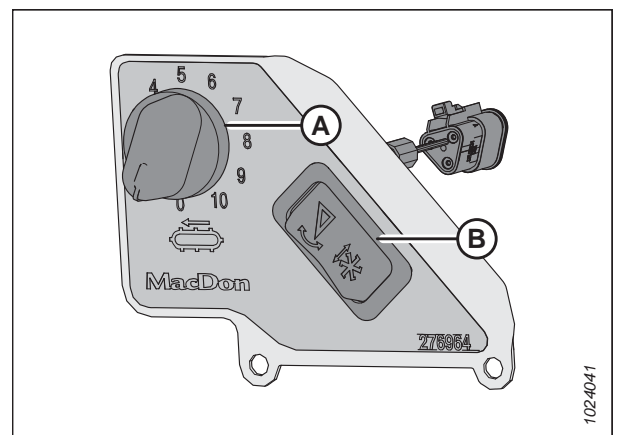

Figura 3.185: Comanda de viteză a transportorului cu bandă lateral din cabină
Comutatorul (B) din Figura 3.185, pagina 167 permite operatorului să comute între comenzile de înclinare a hederului și cele pentru poziția față-spate a rabatorului. Pentru instrucțiuni privind comenzile, consultați Reglarea unghiului hederului din combină, pagina 162.